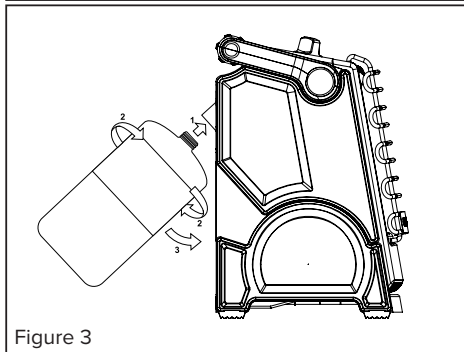

Figure 3
- Basculez le régulateur vers l'arrière et vissez une bouteille de gaz propane liquide jetable de 1 lb dans le sens horaire (à partir du bas); serrez à bloc à la main (voir la figure 3). N'utilisez PAS de produit d'étanchéité sur ce raccord.